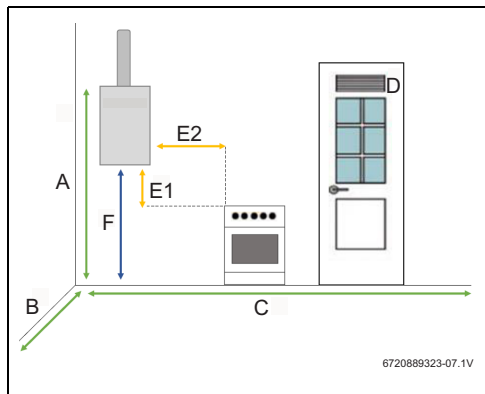

Fig. 9 Distancias mínimas
- ▶ Respeite as medidas mínimas de instalação indicadas na Fig. 9.
- Assegurar bom acesso para eventuais manutenções, respeitando as distâncias mínimas indicadas na Fig. 9.